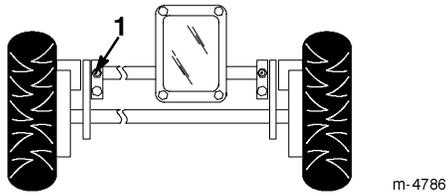

Bild 29
1. Wischen Sie die Schmiernippel mit einem sauberen Lappen ab (Bild 29).